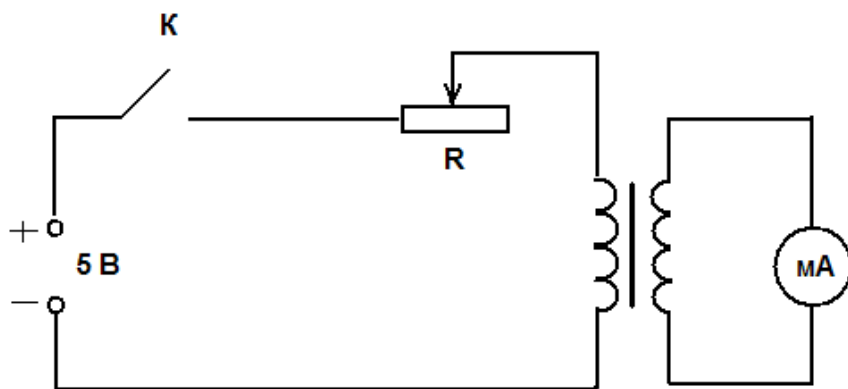

рис. 1
4. Зберіть електричне коло за схемою, як показано на рис.1.